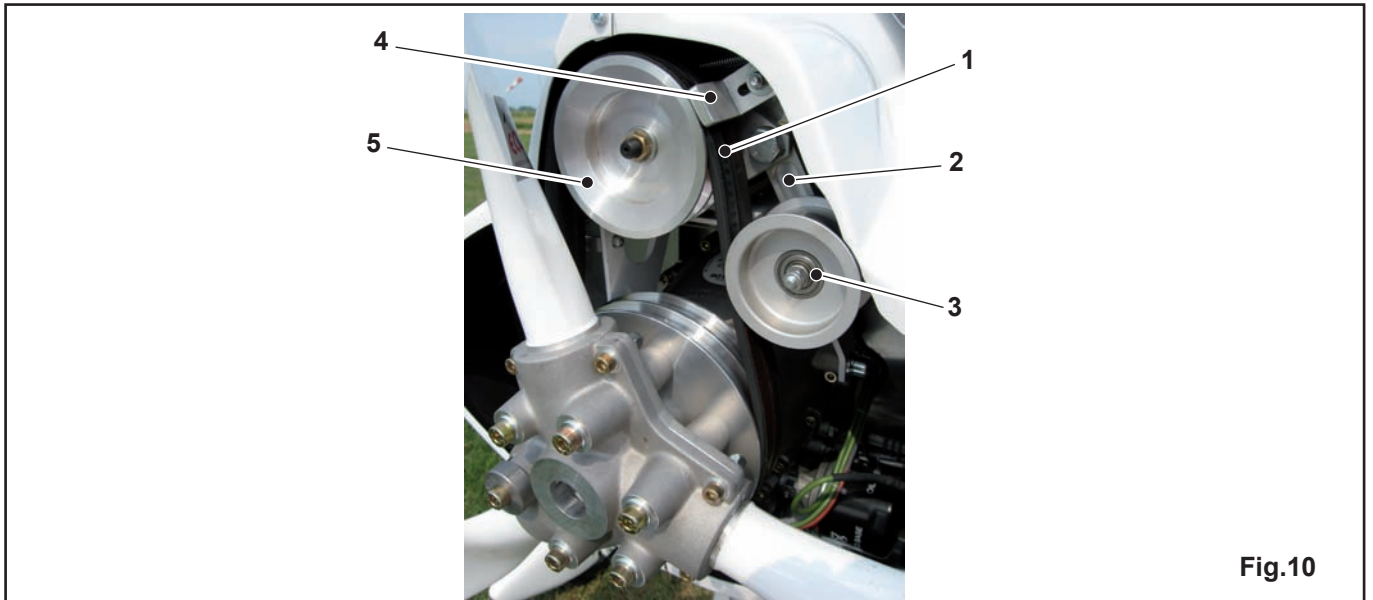

Fig.10
20. PREROTATION SYSTEM (Fig. 10)